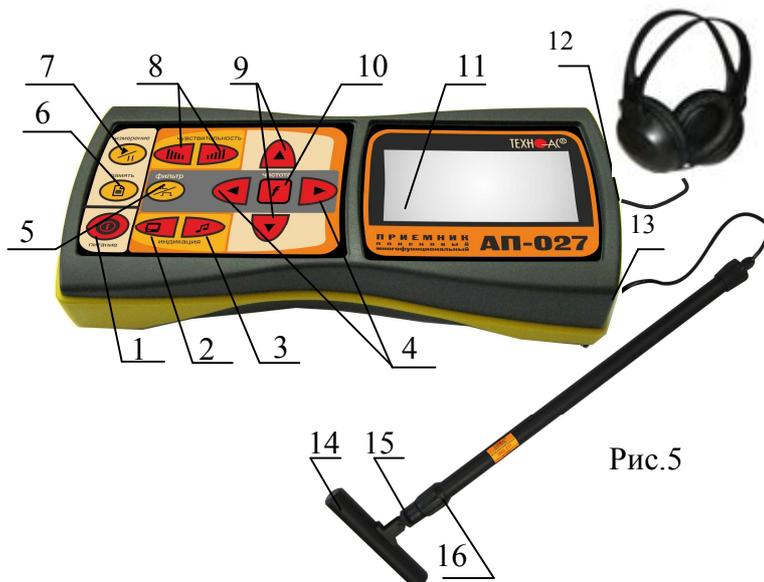
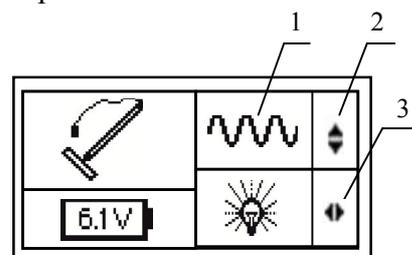
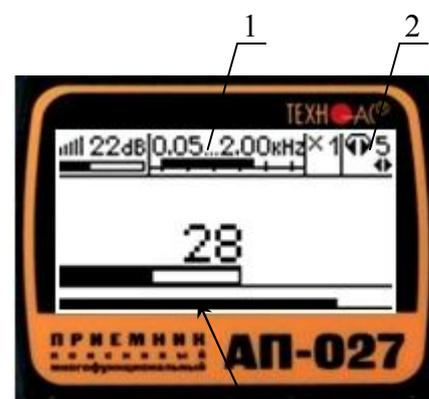

Рис.5
Рис.6
Fig.11 3
Используемое оборудование (рис.5): приемник АП-027, электромагнитный датчик ЭМД-237, головные телефоны.
Подключить к соответствующим разъемам приемника электромагнитный датчик поз.13 рис.5 и головные телефоны поз.12 рис.5 (при необходимости).
Привести электромагнитный датчик из транспортного в рабочее положение для этого: ослабить стопорную гайку поз.16, раздвинуть штангу до требуемого размера и зафиксировать стопорной гайкой. Ослабить фиксирующую гайку поз.15 и установить электромагнитную антенну поз.14 датчика в положение, используемое в трассопоиске. Горизонтальное положение (рис.5) – трассопоиск по методу максимума, транспортное положение – трассопоиск по методу минимума.
4.2.1 Включить питание приемника АП-027 кнопкой ① поз.1 рис. 5.
4.2.2 В «стартовом» окне рис.6 на индикаторе приемника проверить:
4.2.3 Проверить вид принимаемого сигнала поз.1 рис.6. Принимаемый сигнал «непрерывный \sim » выбирается автоматически. При появлении на индикаторе значка «импульсный \sim », что могло произойти в результате случайного нажатия на кнопки, следует выбрать в стартовом окне символ «непрерывный \sim » любой из кнопок $\blacktriangle/\blacktriangledown$ поз.9 рис.5. (см. подсказку поз.2 рис.6)
4.2.4 Установить необходимый уровень подсветки индикатора приемника, используя для этого кнопки $\blacktriangle/\blacktriangledown$ поз.4 рис.5 (см. подсказку поз.3 рис.6).
4.3.1 Запустить режим «измерение» кнопкой \blacktriangleright поз.7 рис.5.
4.3.2 Выбрать режим «широкая полоса» нажатием на кнопку фильтр $\text{---}|$ поз.5 рис.5. На индикаторе появится символ широкой полосы $0.05...2.00\text{kHz}$ поз.1 рис.7.
В случае трассировки кабеля под напряжением или трубопровода с катодной защитой выбрать частоту 100 /120 Гц, нажав кнопку «частота» f поз.10 рис.5, используя для этого кнопки $\blacktriangle/\blacktriangledown$ поз.4 рис.5. Наблюдать за величиной выбранной частоты на индикаторе поз.1
4.3.3 Выйти из режима регулировки фильтра, нажатием кнопки «частота» f поз.10 рис.5. На индикаторе в зоне окна поз.1 рис.7 исчезнет указатель подсказки $\blacktriangle/\blacktriangledown$ и появится в зоне поз.2 рис.7 (возможность регулировки звука).
4.3.4 Установить комфортную громкость звука в телефонах поз.2 рис.7 кнопками $\blacktriangle/\blacktriangledown$ поз.4 рис.5 (если кнопки не используются для регулировки фильтра).
4.3.5 Установить уровень входного сигнала кнопками «чувствительность» |||| и ||| поз.8 рис. 5 по индикатору «узкая шкала» (предпочтительно на 50...70% от максимума) поз.3 рис. 7.
4.3.6 Установить необходимый коэффициент усиления фильтрованного сигнала множителем « $\times 1/2/4/8$ » нажимая на кнопки $\blacktriangle/\blacktriangledown$ поз.10 рис.5, не допуская при этом перегрузки.
4.5.1 Начинать работу по трассопоиску следует в режиме «Широкая полоса», в котором приемник воспринимает сигналы от любых коммуникаций в диапазоне частот от 0,05 до 2,0 кГц: кабели под напряжением, трубопроводы с катодной защитой, протяженные трубопроводы с наведенным излучением. Для этого включить режим «измерение» кнопкой  поз.7 рис.5., выбрать режим «широкой полосы», то есть выключить фильтр кнопкой  поз.5 рис.5.
4.5.3 Для определения кабелей (из числа найденных коммуникаций), находящихся под напряжением промышленной частоты 50...60 Гц, используется режим 50...60 Гц. В этом режиме из широкого спектра сигнала выделяется лишь небольшая полоса частот с центральной частотой 50...60 Гц. Для входа в режим 50...60 Гц включить фильтр кнопкой  поз.5 рис.5, нажать на кнопку частота **f** поз.10 рис.5 и выбрать центральную частоту фильтра 50...60 Гц кнопками   поз.4 рис.5.
4.5.4 Наблюдать за величиной выбранной частоты на индикаторе поз.1 рис.11. При выборе частоты 50/60 Гц
Выйти из режима регулировки фильтра, нажатием кнопки «частота» **f** поз.10 рис.5. На индикаторе в зоне окна поз.1 рис.11 исчезнет указатель подсказки  и появится в зоне поз.2 рис.11 (возможность регулировки звука).
4.5.5 Установить комфортную громкость звука в телефонах поз.2 рис.11, для этого нажать на кнопку режима звуковой индикации поз.3 рис.5 и отрегулировать громкость кнопками   поз.4 рис.5 (если кнопки не используются для регулировки фильтра).
4.5.6 Установить уровень входного сигнала кнопками «чувствительность»  и  поз.8 рис. 5 по индикатору «узкая шкала» (предпочтительно на 50...70% от максимума) поз.3 рис. 11.